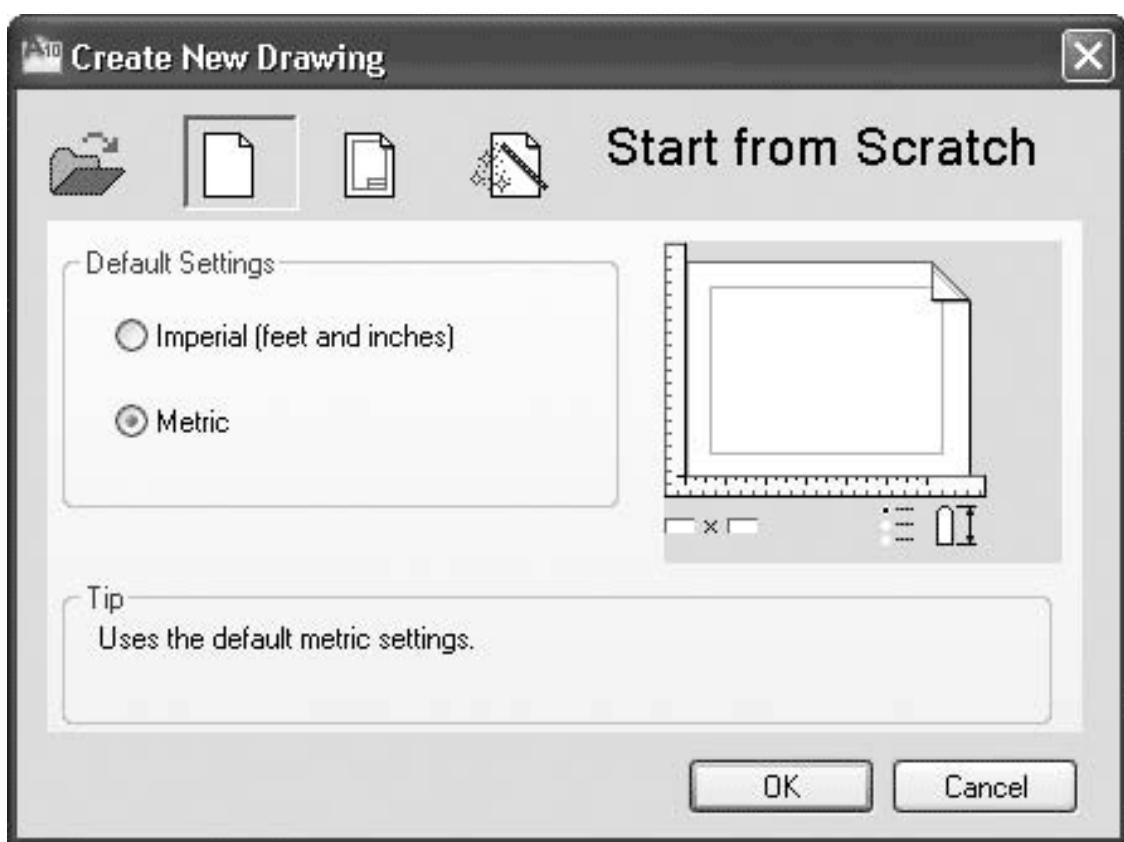

Рис. 1.31. Диалоговое окно Create New Drawing (Создание нового чертежа)
3. Щелкните на кнопке **New** (Новый) на панели быстрого доступа или выполните команду меню **File → New** (Файл → Новый). На экране появится диалоговое окно **Create New Drawing** (Создание нового чертежа) (рис. 1.31).
• Вторая кнопка – **Start from Scratch** (Простейший шаблон) (нажата на рис. 1.31). С ее помощью создается чертеж, не отличающийся от чертежа, созданного первым способом (без использования окна начала работы) без выбора шаблона.